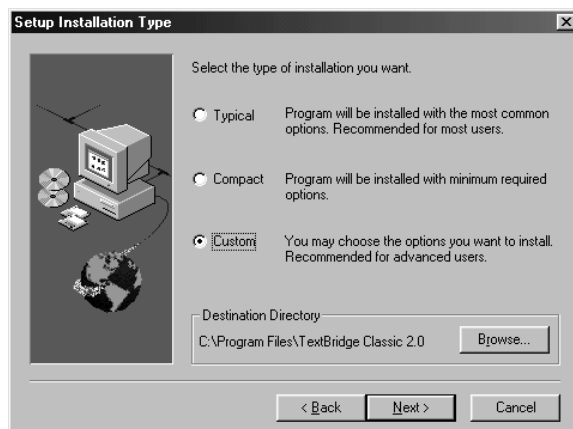

Figura 14: Installazione di TextBridge Classic 2.0
- Fare clic su 'Sì' (Yes) per accettare le condizioni e proseguire con l'installazione. Apparirà una finestra come quella riportata in figura 14.